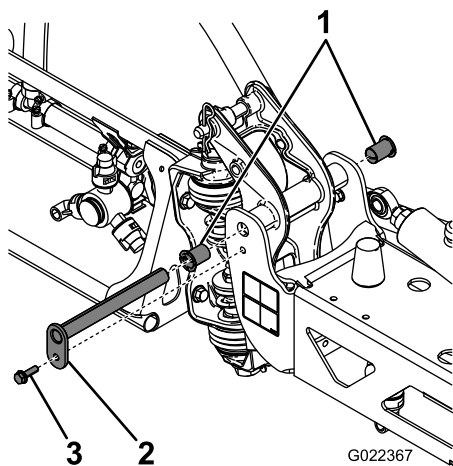

Figura 107
3. Quando il peso della barra è supportato, togliete il bullone e il dado che fissano il perno di articolazione nel gruppo barra (Figura 107).
6. Togliete le boccole di nylon dal lato frontale e posteriore della staffa orientabile e controllatele (Figura 107).
8. Montate la barra e la staffa orientabile nel telaio centrale, allineando i fori (Figura 107).